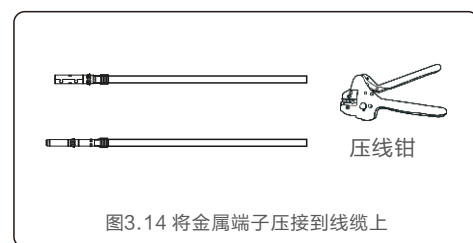

图3.14 将金属端子压接到线缆上
3. 使用专用压线钳将金属端子压接到线缆上。(参见图3.14)